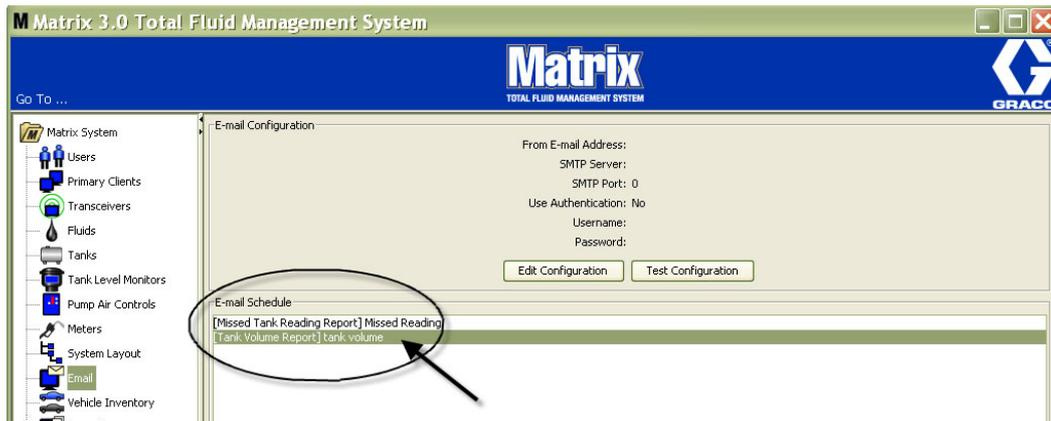

FIG. 144
3. Gli eventi e-mail creati sono mostrati nella parte E-Mail Schedule (Pianificazione e-mail) sulla schermata principale di configurazione dell'e-mail come illustrato nella FIG. 144.